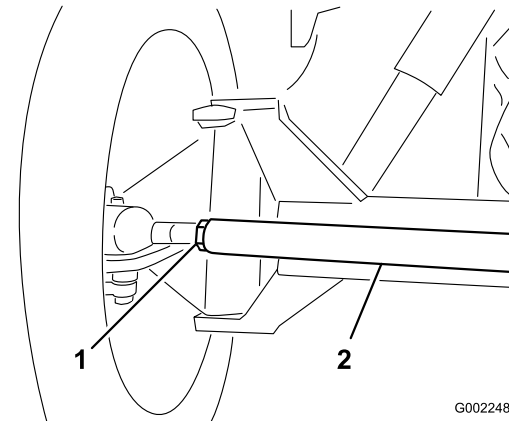

Bild 99
3. Wenn der Wert nicht im angegebenen Bereich liegt, lösen Sie die Klemmmuttern an beiden Ende der Spurstange (Bild 99).